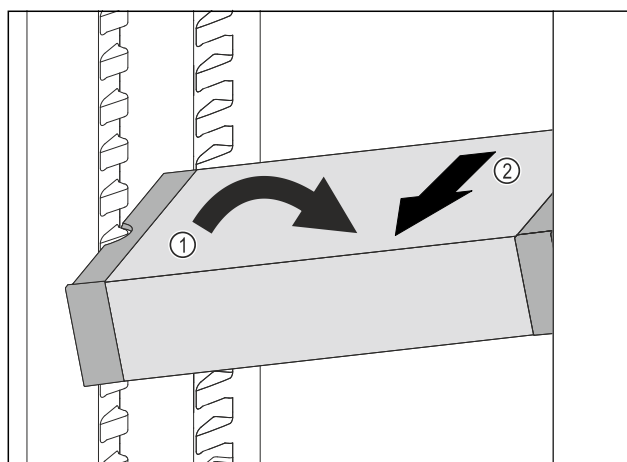

Fig. 111
- Наклонете VarioSafe в хладилната част. Fig. 111 (1)
- Извадете VarioSafe напред. Fig. 111 (2)